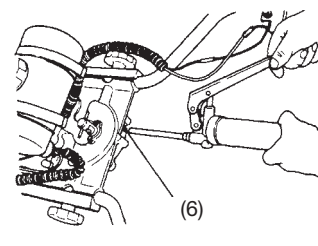

Fig. 11
- 1) Lubrificare la scatola degli ingranaggi pompando del grasso multi-uso attraverso il raccordo per grasso, ogni 50 ore di operazione. (Fig. 11).